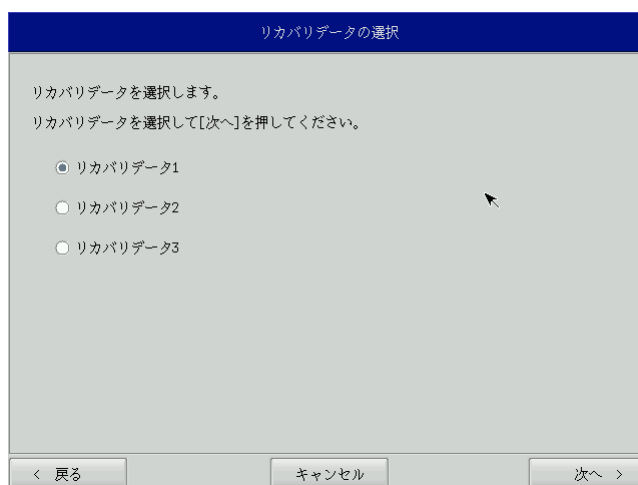

図 6-2-2. リカバリデータ選択画面
- ⑥ リカバリデータ選択画面（図 6-2-2）が表示されます。製品に合わせてリカバリデータを選択し、[次へ] ボタンを押します。表 6-2-1 に APS シリーズで選択できるリカバリデータを示します。